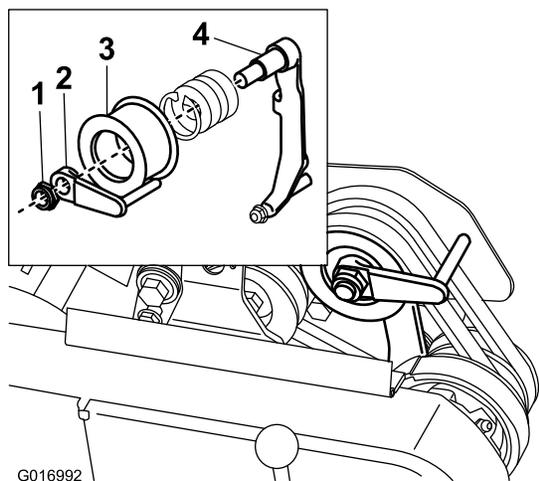

図 40
8. エンジンを使わずに、楽に機体を押したり引いたりすることができるように、ベルトガイド 図 40 挿入図を以下のように調整しておきます。